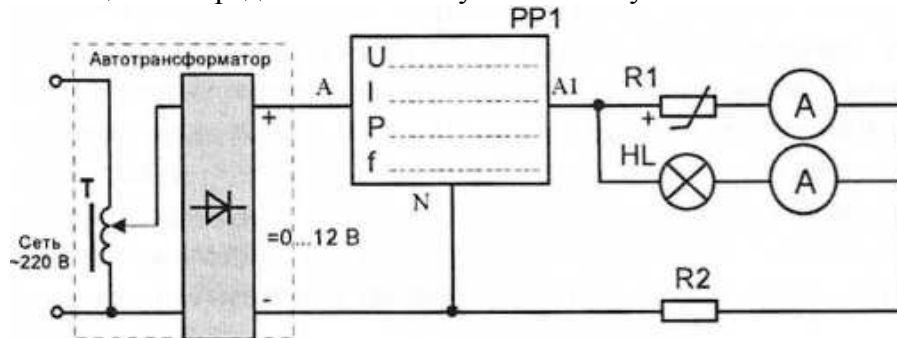

Рис. 3
3.10. Для проверки расчета нелинейной цепи собрать электрическую цепь по рис. 3 и предъявить её для проверки преподавателю. В качестве амперметров использовать мультиметры в режиме измерения постоянного тока в режиме «мА». После проверки схемы включить электропитание и установить заданное значение входного напряжения U . Измерить токи I_{R1} и I_{HL} измерить напряжения U_1 и U_2 на отдельных участках цепи. Определить величину тока I . Результаты занести в табл. 4.